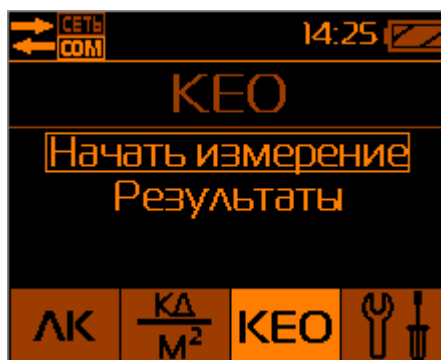
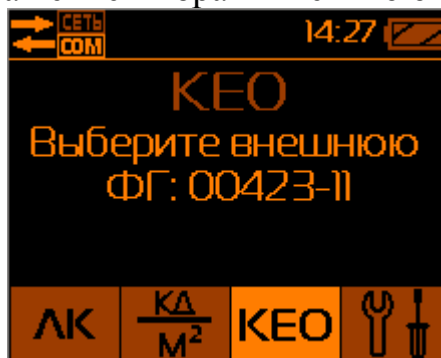

Рис.17. Выход в режим измерения КЕО.
Рис.18. Режим выбора внешней ФГ при измерении КЕО.
2.3.6.1 Выбор режима измерения «КЕО» осуществляется нажатием кнопки  (4, Рис. 2). При этом на дисплее выводится приглашение либо начать измерения, либо просмотреть результаты измерений КЕО в памяти БОИ-01 (Рис.17).
Для запуска измерений КЕО выбирается строчка меню «Начать измерение» (Рис.17). После подтверждения кнопкой «ОК» запуска нового измерения, выводится приглашение выбрать внешнюю фотоголовку (Рис.18).